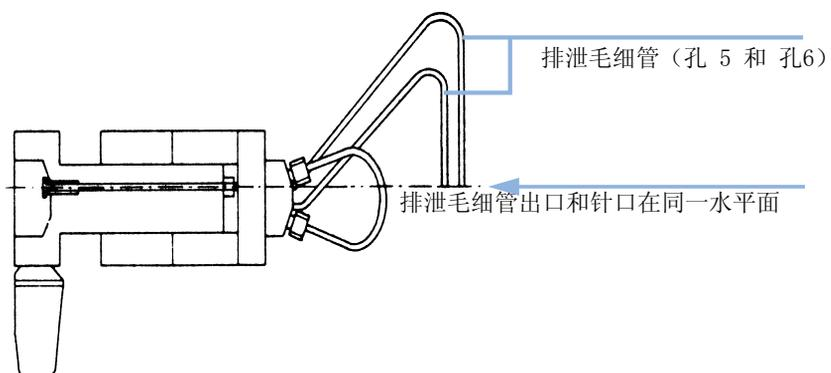

图 7 排泄毛细管
- 两个放空毛细管的出口（端口 5 和 6）和针口必须保持在同一水平位置，以防止虹吸（请参见“第 14 页的图 7”）。